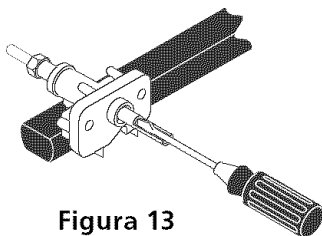

Figura 13
4. Ajuste de la Posición LOW (BAJA) Para la Válvula del Quemador Superior (Figura 13)